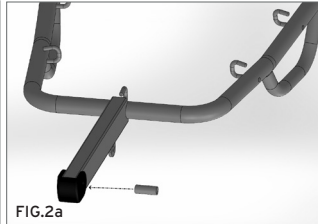

FIG.2a
3. Inserire la boccola all'interno del foro del braccio previsto per l'inserimento nello snodo della colonna (Fig.2a)